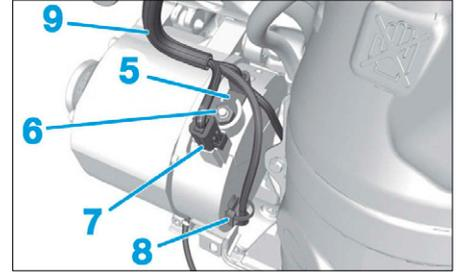

FIG. 6
- l'obturateur de l'alimentation (5) (Fig.6),
- l'écrou (6).
- l'alimentation (5),
- le connecteur (7).
- Dégrafer le collier (8).
- Écarter le faisceau (9).